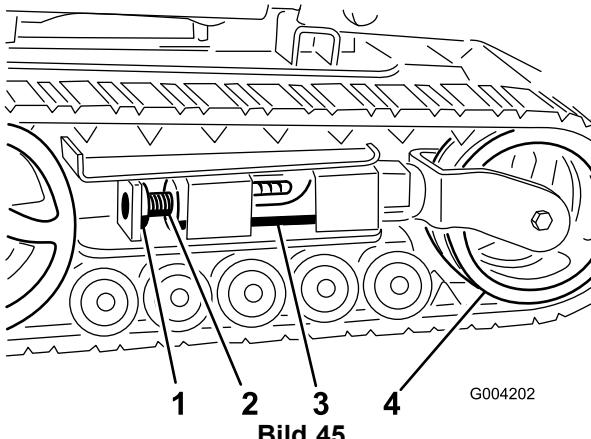
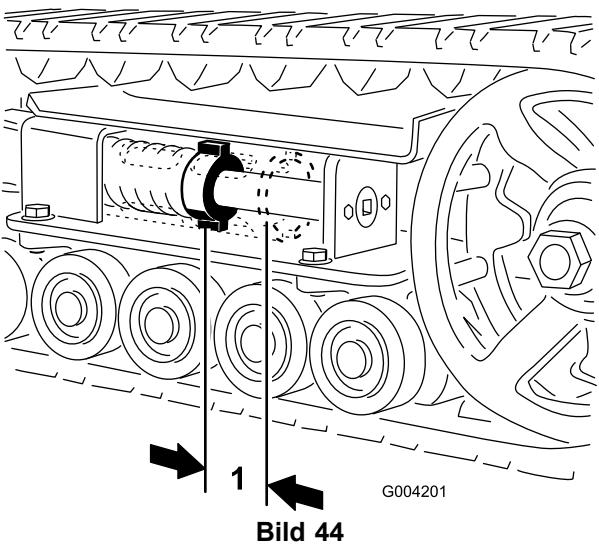
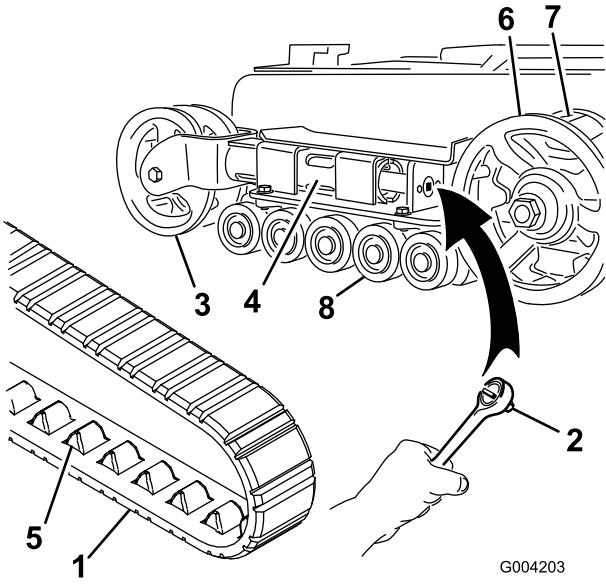
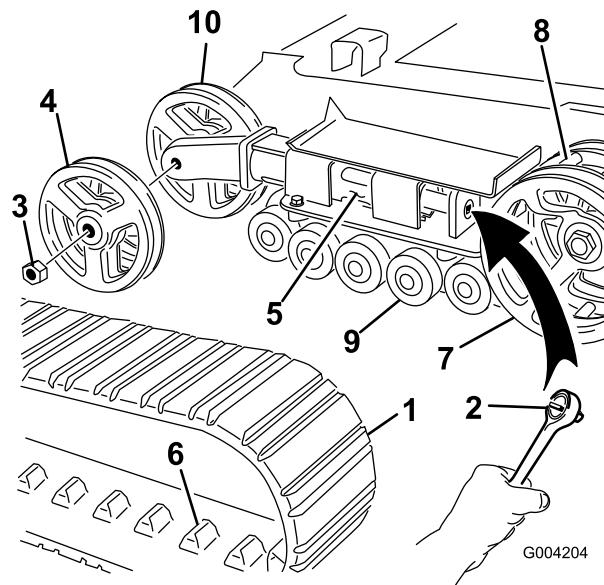

Bild 45
Bild 44
Bild 46
Bild 47
Zwischen der Spannungsmutter und der Rückseite des Spannungsrohrs sollte ein Abstand von 7 cm sein (Bild 44). Stellen Sie ansonsten die Kettenspannung wie folgt ein:
3. Entfernen Sie die Befestigungsschraube und Mutter (Bild 45).
4. Drehen Sie die Spannschraube mit einem Sechskantschlüssel (1/2 Zoll) (Bild 46) nach links, bis der Abstand zwischen der Spannmutter und der Rückseite des Spannungsrohrs 7 cm beträgt (Bild 44).
5. Richten Sie die am nächsten liegende Kerbe in der Spannschraube mit dem Loch der Befestigungsschraube aus und befestigen Sie die Schraube mit der Befestigungsschraube und Mutter (Bild 45).
4. Lösen Sie die Antriebsspannung mit einem Sechskantschlüssel (1/2 Zoll), indem Sie die Spannschraube nach rechts drehen (Bild 45 und Bild 46).
5. Drücken Sie das Spannrad zur Rückseite der Maschine, um den Abzweigschlauch gegen den Rahmen zu bewegen (Bild 46). (Wenn es den Rahmen nicht berührt, drehen Sie die Spannschraube so lange, bis es funktioniert.)
7. Wenn Sie die Kette vom Spannrad entfernt haben, entfernen Sie sie auch vom Antriebsrad und den Straßenrädern (Bild 46).
8. Legen Sie die neue Kette, beginnend beim Antriebwirbel, um den Wirbel und stellen Sie sicher, dass die Stollen an der Kette zwischen die Distanzstücke auf dem Wirbel passen (Bild 46).
9. Drücken Sie die Kette unter und zwischen die Straßenräder (Bild 46).
11. Drehen Sie die Spannschraube nach links, bis der Abstand zwischen der Spannmutter und der Rückseite des Abzweigschlauchs 7 cm beträgt (Bild 44).
4. Lösen Sie die Antriebsspannung mit einem Sechskantschlüssel (1/2 Zoll), indem Sie die Spannschraube nach rechts drehen (Bild 45 und Bild 47).
5. Drücken Sie das Spannrad zur Rückseite der Maschine, um den Druckschlauch gegen den Rahmen zu bewegen (Bild 47). (Wenn es den Rahmen nicht berührt, drehen Sie die Spannschraube so lange, bis es funktioniert.)
6. Nehmen Sie die Mutter ab, mit der das äußere Spannrad befestigt ist. Nehmen Sie das Rad ab (Bild 47).
7. Nehmen Sie die Kette ab (Bild 47).
8. Nehmen Sie die Mutter ab, mit der das innere Spannrad befestigt ist. Nehmen Sie das Rad ab (Bild 47).
12. Setzen Sie das innere Spannrad ein und befestigen Sie es mit der vorher abgenommenen Mutter (Bild 47).
14. Montieren Sie die neue Kette. Achten Sie darauf, dass die Stollen in der Kette zwischen die Distanzstücke in der Mitte des Antriebsrads passen (Bild 47).
15. Setzen Sie das äußere Spannrad ein und befestigen Sie es mit der vorher abgenommenen Mutter (Bild 47).
17. Drehen Sie die Spannschraube nach rechts, bis der Abstand zwischen der Spannmutter und der Rückseite des Abzweigschlauchs 7 cm beträgt (Bild 44).